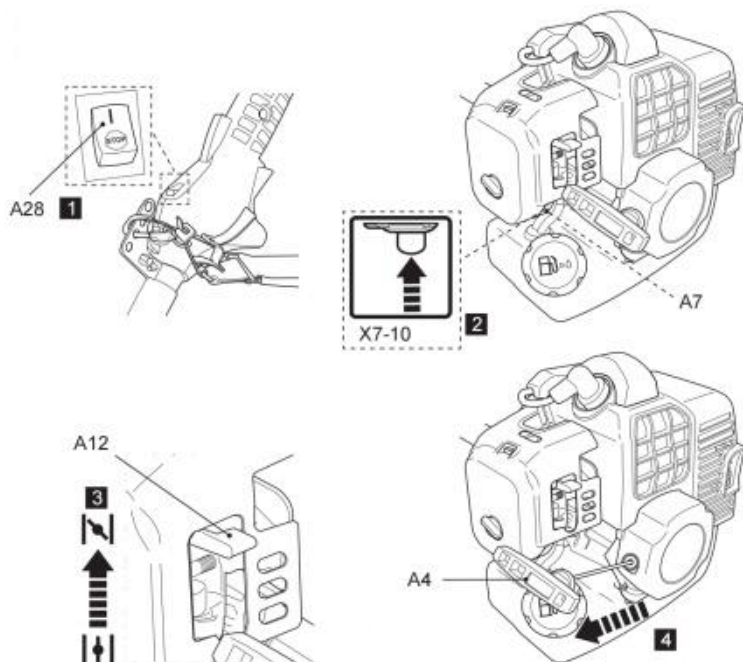

Fig. 38
5. Halten Sie das Produkt fest und ziehen Sie den Seilzugstarter (A4) langsam, bis Sie einen Widerstand spüren. Ziehen Sie ihn dann zügig. Falls der Motor nach bis zu 8 Versuchen nicht anspringt, schieben Sie den Choke leicht nach unten in die mittlere Position. Wiederholen Sie den Vorgang, bis der Motor anspringt (Abb. 38).